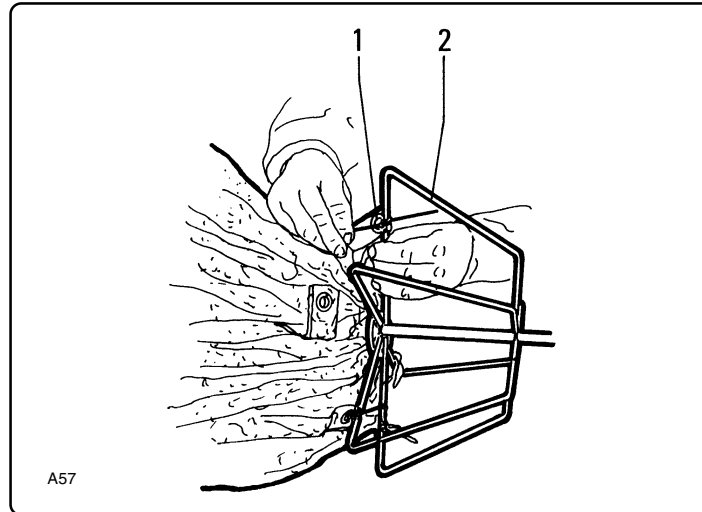

Fig. 7.5.2
- Sfilare la gabbia "6" e capovolgere il filtro mettendo a vista la fascietta di aggancio "1" fig. 7.5.2.
- Unscrew cage "6" and overturn the filter, exposing coupling clamp "1" fig. 7.5.2.
- Retirer la cage "6" et renverser le filtre en mettant en vue le collier d'accrochage "1" fig. 7.5.2.
- Den Käfig "6" herausziehen und den Filter auf den Kopf stellen, bis man die Befestigungsklammer "1" (Abb. 7.5.2) sieht.
- Introdurre la gabbia "2" fig. 7.5.2 e montarla al filtro mediante le fascette "1" esistenti sul fondo del filtro.
- Insert cage "2" fig. 7.5.2 and mount it on to the filter by means of clamps "1" on the bottom of the filter.
- Introduire la cage "2" fig. 7.5.2 et la monter sur le filtre avec les colliers "1" qui se trouvent sur le fond du filtre.
- Den Käfig "2" Abb. 7.5.2 einstecken und mit den Befestigungsklammern "1" am Filterboden montieren.